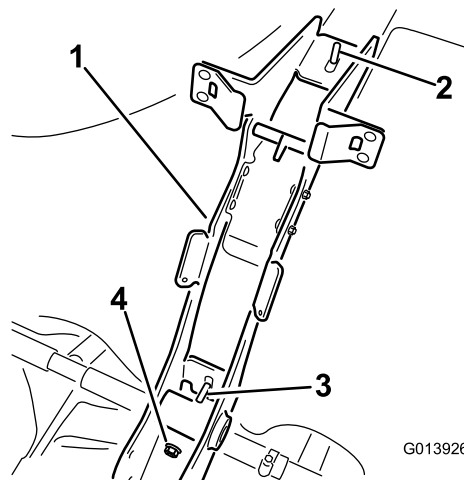

Рисунок 4
8. Прикрепите основную опорную раму к хомуту бака с помощью двух фланцевых гаек (3/8-16 дюймов) (Рисунок 4).